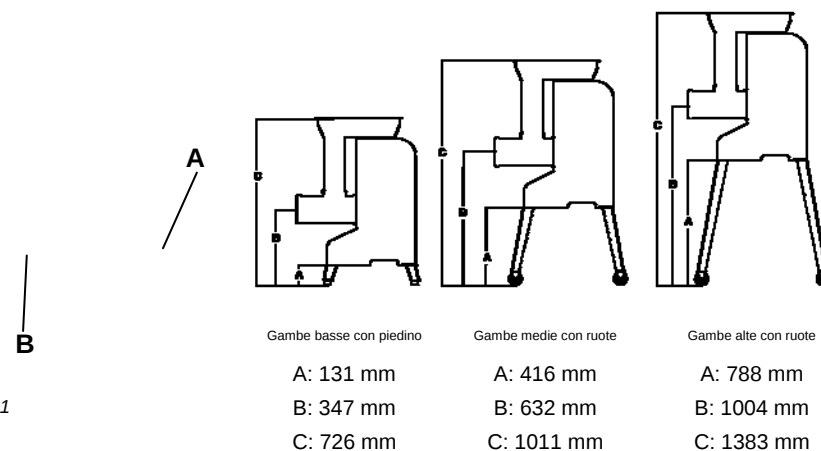

Fig. 2.6.1
2.6.1 Optional cavalletto con ruote (A fig. 2.6.1)
2.6.2 Optional vassoio polietilene (B fig.2.6.1)